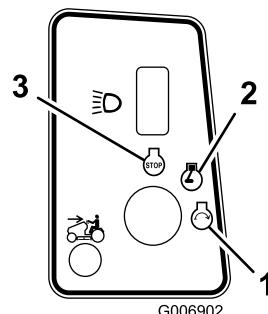

Bild 11
4. Drehen Sie den Zündschlüssel nach rechts und halten ihn auf Start (Bild 11). Lassen Sie den Schlüssel los, wenn der Motor anspringt.
2. Stellen Sie den Zündschlüssel auf „Aus“, warten Sie ab, bis alle sich bewegenden Teile angehalten haben, und ziehen Sie den Schlüssel ab, bevor Sie den Fahrersitz verlassen. (Bild 11).